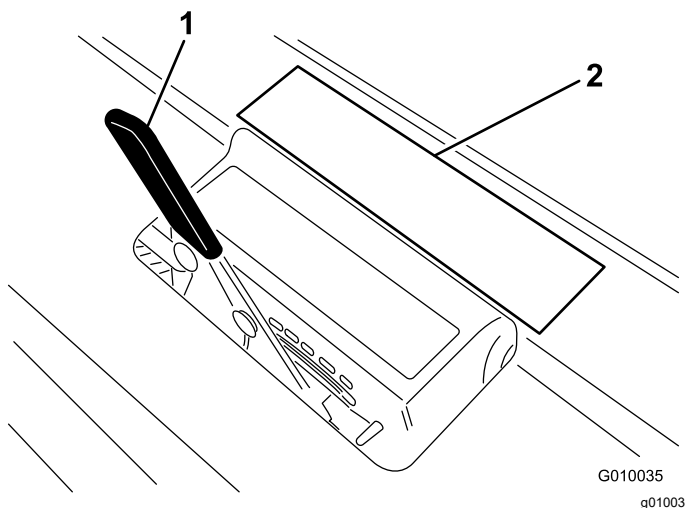

Figura 16
3. Appoggiate la fustella sull'adesivo di profondità delle fustelle (Figura 16) con un'estremità allineata con la profondità di arieggiatura desiderata (fate riferimento alla sovrapposizione della fustella sull'adesivo).